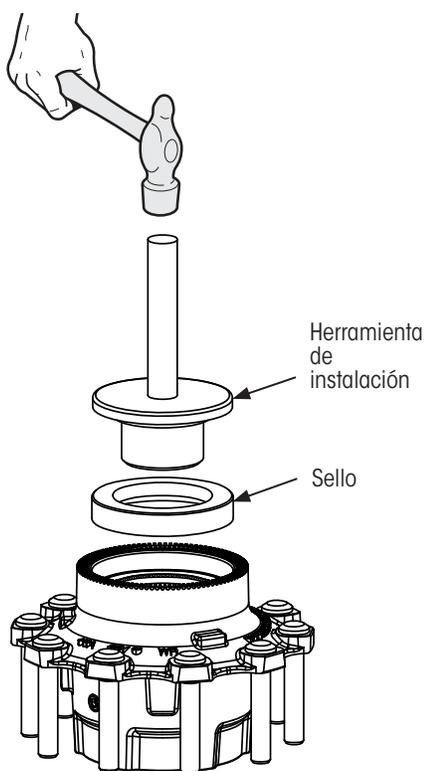

Figura 9: Instalación de sello montado a la maza
**NOTA:** Se recomienda una herramienta de instalación de sello para maza (Figura 9) puede obtenerse del fabricante del sello.
8. Coloque el sello en la herramienta de instalación (Figura 9) para instalarlo en la maza de acuerdo con las instrucciones del fabricante del sello.